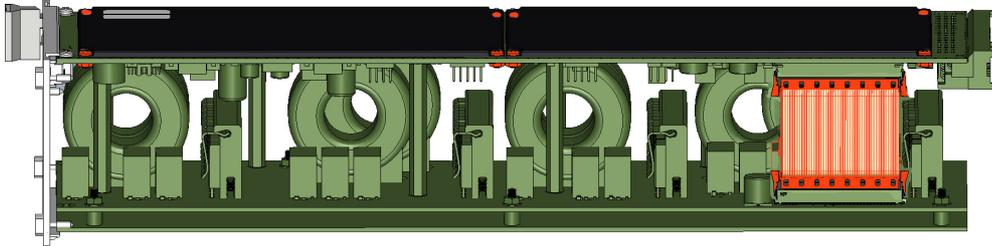

Abb. 2-12 Lage des ES4455.2 Load Carrier Board (oben) mit Lastmodul (unten).
- Legen Sie die ES4450.3, ES4451.4, ES4452.1, ES4453.1, ES4457.1 bzw. die ES4458.1 auf die Lastseite (siehe Abb. 2-12 auf Seite 33).
- Lösen Sie die Schrauben der Kunststoffabdeckung mit einem PZ0-Schraubendreher unter Gegenhalten eines Außensechskants der Größe 5 an der unterliegenden Schraubenmutter (siehe Abb. 2-12 auf Seite 33).